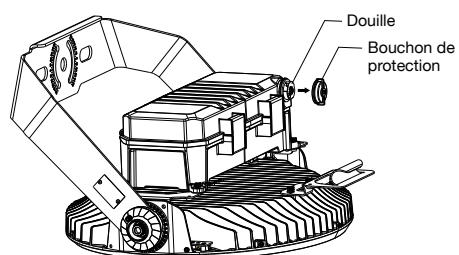

Fig. 37
1. Retirer le bouchon de protection de la douille en le dévissant (Fig. 37).